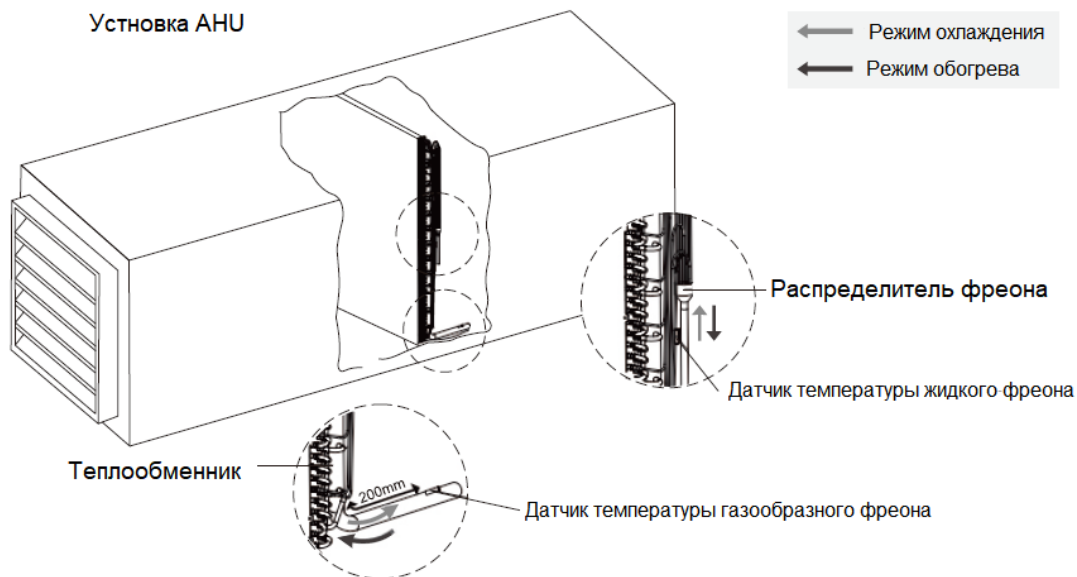

Рис.6
1. Припаять гильзы трубных датчиков (поставляются в комплекте) к трубе теплообменника в местах, указанных на рис.6.